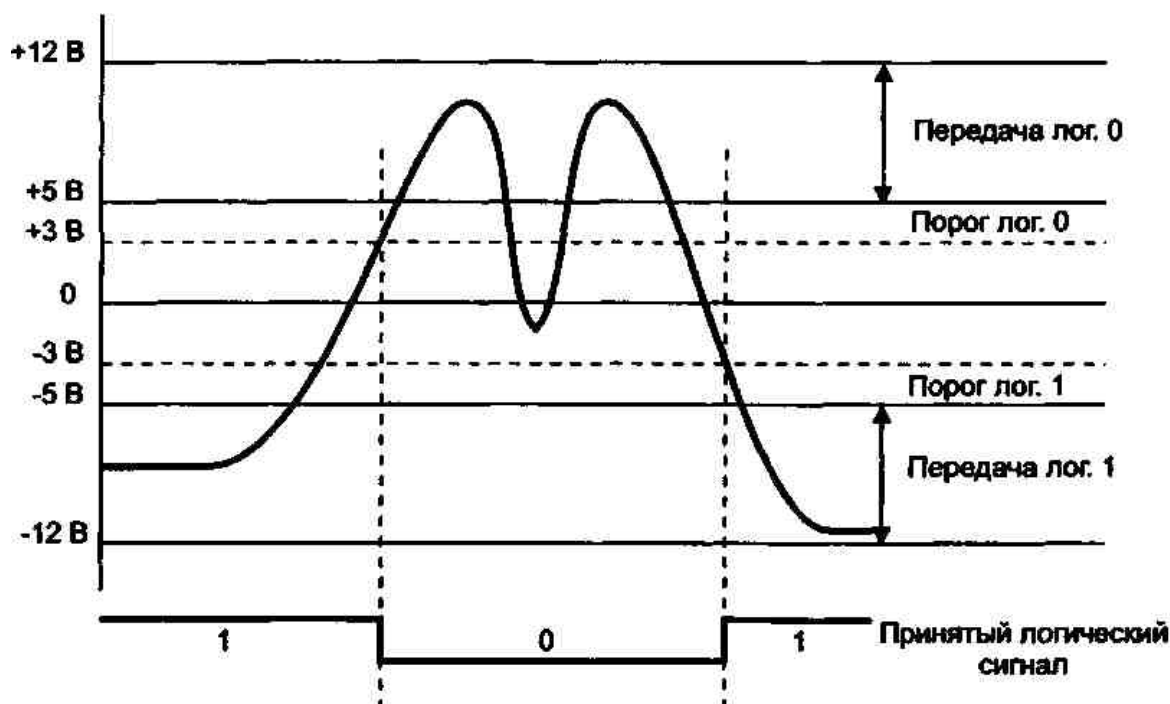

Рис. 2.5. Прием сигналов RS-232C
Стандарт RS-232C использует несимметричные передатчики и приемники - сигнал передается относительно общего провода - схемной земли (симметричные дифференциальные сигналы используются в других интерфейсах - например, RS-422). Интерфейс НЕ ОБЕСПЕЧИВАЕТ ГАЛЬВАНИЧЕСКОЙ РАЗВЯЗКИ устройств. Логической единице соответствует напряжение на входе приемника в диапазоне -12...-3 В. Для линий управляющих сигналов это состояние называется ON ("включено"), для линий последовательных данных - MARK. Логическому нулю соответствует диапазон +3...+12 В. Для линий управляющих сигналов состояние называется OFF ("выключено"), а для линий последовательных данных - SPACE. Диапазон -3...+3 В - зона нечувствительности, обуславливающая гистерезис приемника: состояние линии будет считаться измененным только после пересечения порога (рис. 2.5). Уровни сигналов на выходах передатчиков должны быть в диапазонах -12...-5 В и +5...+12 В для представления единицы и нуля соответственно. Разность потенциалов между схемными землями (SG) соединяемых устройств должна быть менее 2 В, при более высокой разности потенциалов возможно неверное восприятие сигналов. Интерфейс предполагает наличие ЗАЩИТНОГО ЗАЗЕМЛЕНИЯ для соединяемых устройств, если они оба питаются от сети переменного тока и имеют сетевые фильтры. Подключение и отключение интерфейсных кабелей устройств с автономным питанием должно производиться при отключенном питании. Иначе разность невыровненных потенциалов устройств в момент коммутации может оказаться приложенной к выходным или входным (что опаснее) цепям интерфейса и вывести из строя микросхемы. Для интерфейса RS-232C специально выпускаются буферные микросхемы приемников (с гистерезисом и передатчиком двуполярного сигнала). Вывести из строя интерфейсные микросхемы замыканием сигнальных цепей маловероятно: ток короткого замыкания передатчиков обычно не превосходит 20 мА. Интерфейс предполагает наличие ЗАЩИТНОГО ЗАЗЕМЛЕНИЯ для соединяемых устройств, если они оба питаются от сети переменного тока и имеют сетевые фильтры. Подключение и отключение интерфейсных кабелей устройств с автономным питанием должно производиться при отключенном питании. Иначе разность невыровненных потенциалов устройств в момент